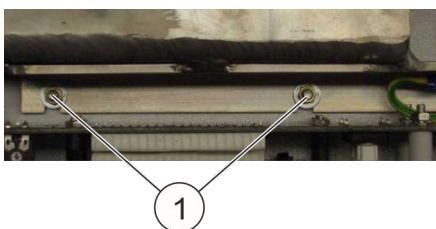

Fig. 50 : Fixation du réservoir
- 11.** ➤ Retirer les écrous M3 (Fig. 50 /1) de la fixation du réservoir avec une vis à pipe 5,5 mm.